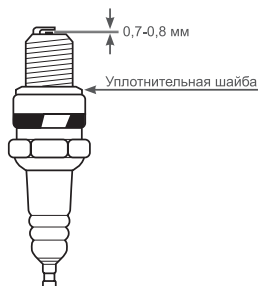

Рис. 15 Обслуживание свечи зажигания
4. Измерьте зазор между электродами свечи зажигания специальным щупом. Зазор должен быть 0,7-0,8 мм (Рис. 15). При увеличении, или уменьшении требуемого зазора, рекомендуется заменить свечу, так как регулировка зазора может привести к изменению качества искрообразования.